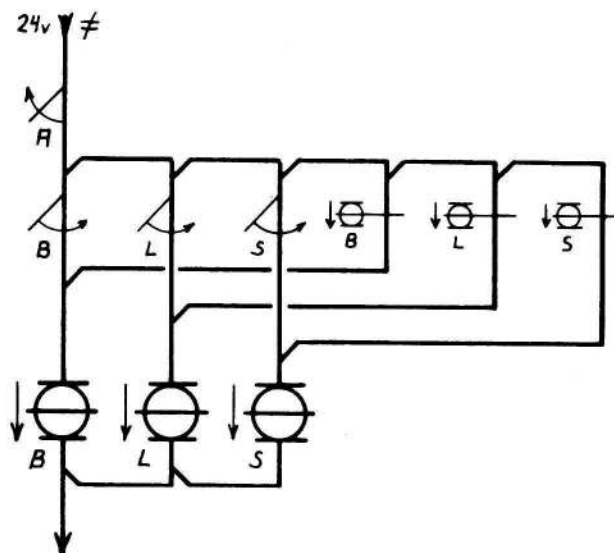
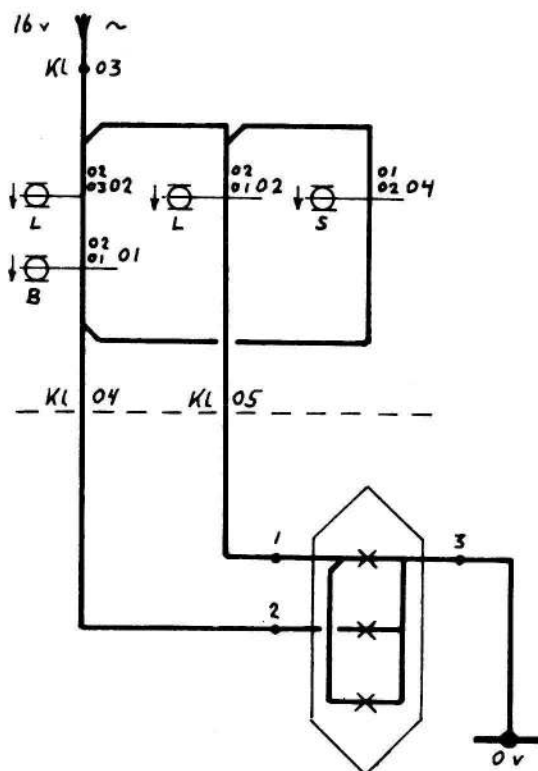
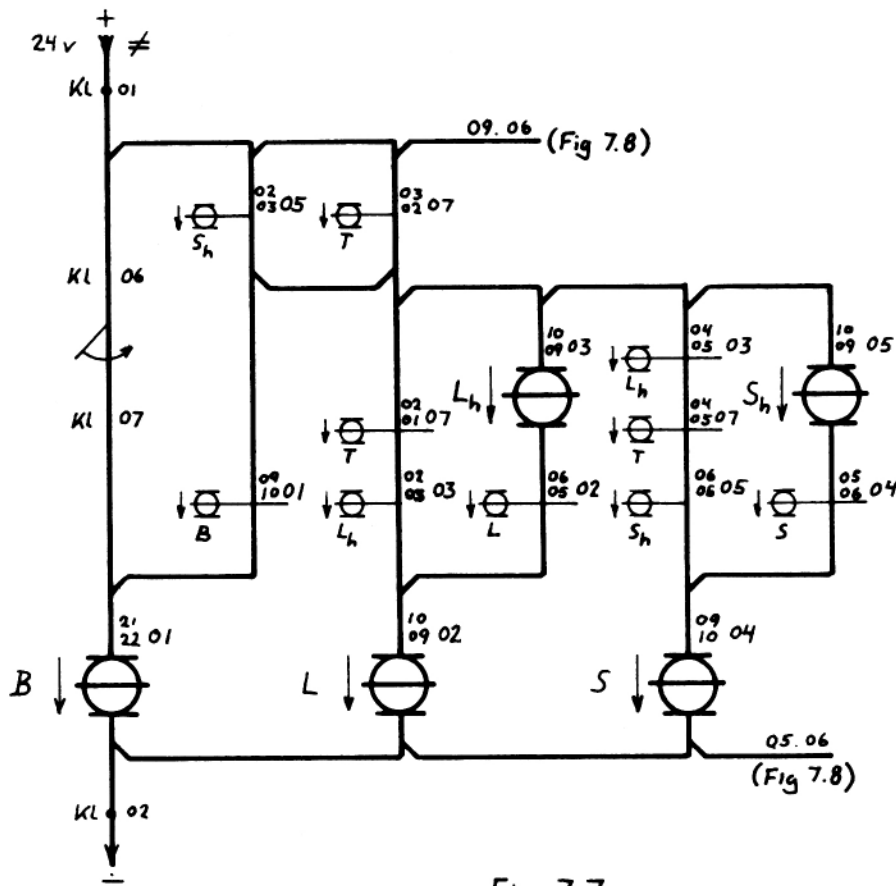
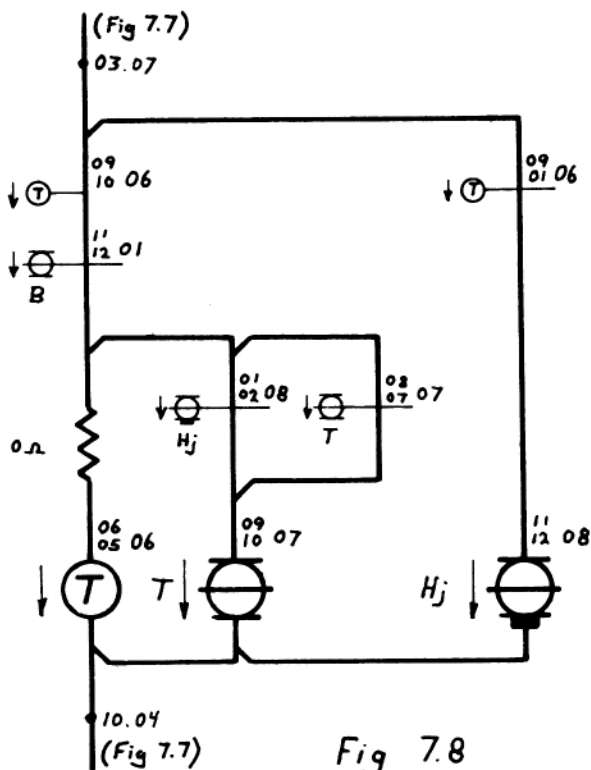

Fig 7.5
Fig 7.6
Fig 7.7
Fig 7.8
En anden, noget simplere måde at styre signalet på, ved hjælp af 3 relæer ganske vist, er vist på fig 7.5., der ikke kræver nogen nærmere forklaring. Signalstrømløbet ser så ud som vist på fig 7.6., der heller ikke behøver nogen forklaring. Numrene på relækontakterne bedes De ikke tage Dem af i første omgang.
Jeg har selv lavet et automatisk bremseprøveanlæg til MODELJERNBANEN (MJ) i Lille Strandstræde. Strømskemaerne til dette ses på fig 7.7. (selve styrestrømløbet), fig 7.8. (tidsrelæer til den automatiske styring) og selvfølgelig fig 7.6. (lampestrømløbet). Læseren vil kunne genkende B, L og S-relæerne, men udover disse er der der hjælperelæer til L- og S-relæet (Lh og Sh), et tidsrelæ med funktionsrelæ (T) og et hjælperelæ (Hj). Til gengæld er der kun én trykknop, og denne anbringes selvfølgelig på sportavlen.